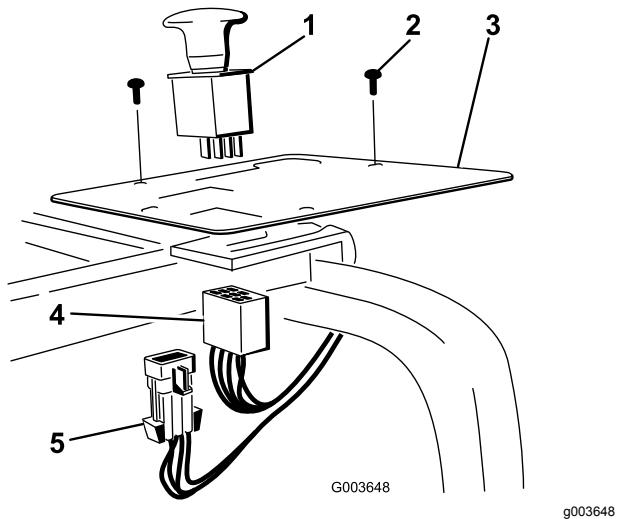

Bild 35
- Nehmen Sie den Kunststoffstopfen vom Armaturenbrett ab und installieren Sie den Schalter (Bild 35).
- Befestigen Sie den Kabelbaum am Schalter im Armaturenbrett (Bild 35).
6. Befestigen Sie den Hauptkabelbaumstecker am Hauptkabelbaum (Bild 35).